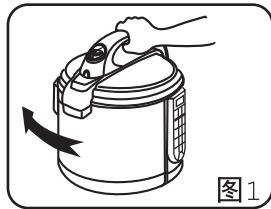
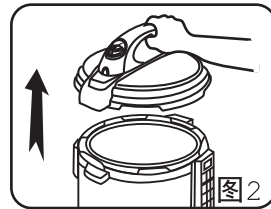

图1
图2
- 1、开盖。先用手握紧煲盖手柄，顺时针方向旋转煲盖至限位边，然后向上提起煲盖。（见图1，图2）